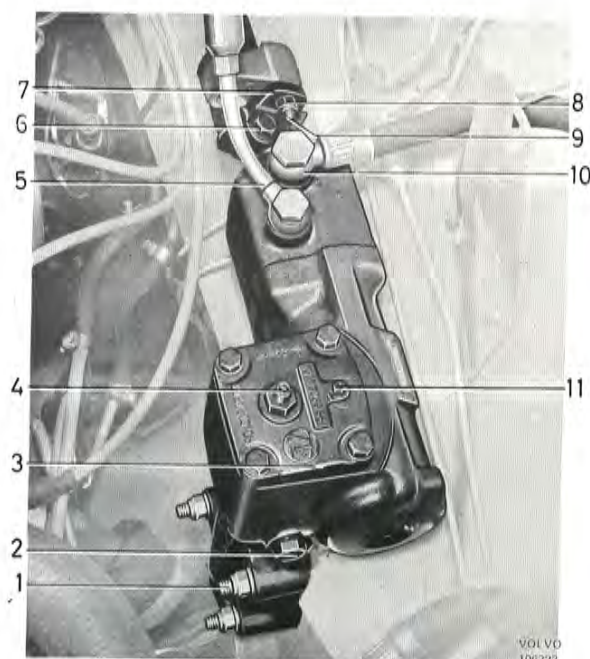

Bild 78. Styrväxel monterad
Lyft upp framvagnen. Skruva ur avtappningsproppen (2 bild 78). Vrid ratten åt vänster till stoppläget. Demontera locket på oljebehållaren. Starta motorn och låt den gå max 10 sekunder tills oljan tömts ur behållare och pump. Stoppa motorn och vrid ratten från stoppläge till stoppläge tills all olja runnit ur.
4. Öppna luftningsskruven (11 bild 78) 1/2–1 varv. Stäng den när oljan börjar strömma ut.
- c) Lossa låsmuttern för justerskruven (4 bild 78).
1. Ta isär medbringaranordningen genom att demontera två muttrar (8 bild 78) och skruvar (9). För gummiskivan och nedre rattaxeln åt sidan.
2. Märk upp medbringarens (7) läge på styvspindel. Lossa klämskruven (6) och dra av medbringaren.
4. Lossa oljeledningarna (5 och 10 bild 78) från styrväxeln sedan anslutningarna rengjorts. Lossa klämskruven (6).
5. Demontera fästskruvarna (1) och dra fram styrväxeln.
3. Träd styrväxelns spindel in i rattaxelns medbringare. Montera och dra fästskevarna (1 bild 78). Dra klämskruven (6). Anslut oljeledningarna. Den längre tryckledningen skall gå i båge bakåt (jämför bild 44) samt stagas med klämma.